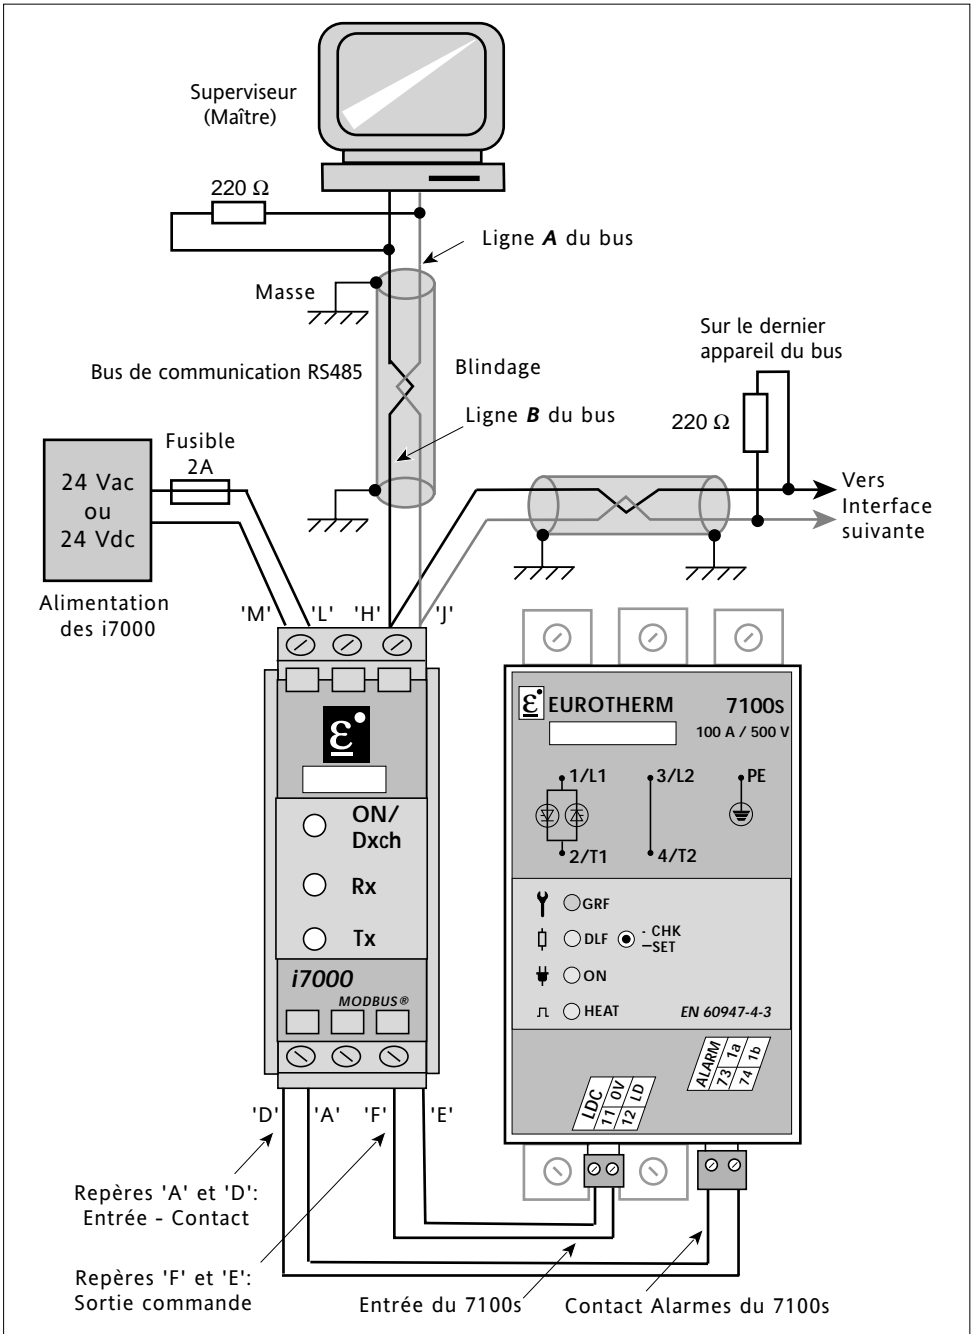
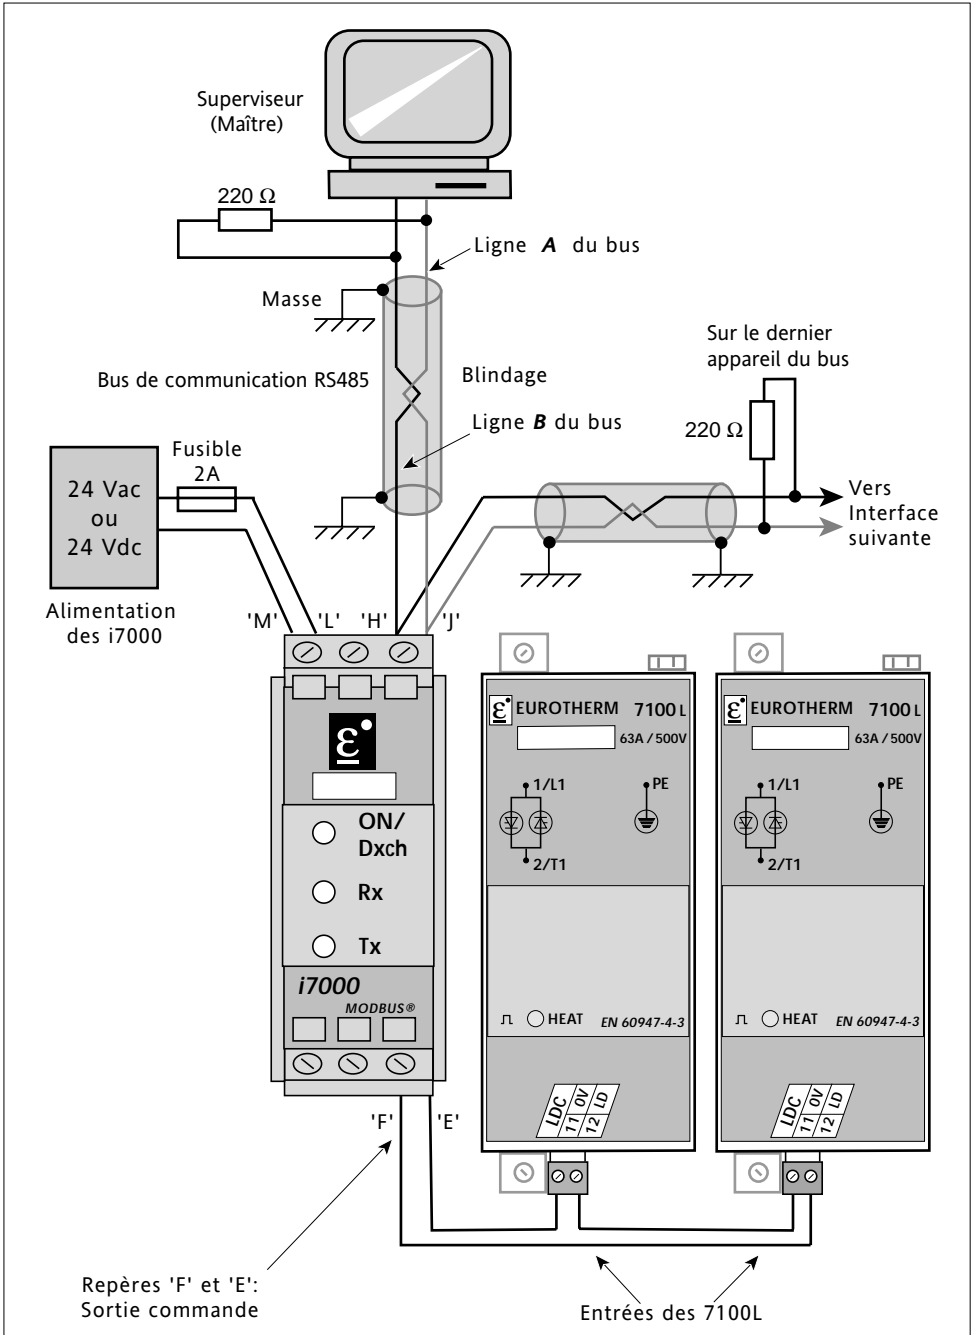

Figure 2-5 Exemple de branchement du bus de communication (7100s Standard contrôlé par i7000)
Figure 2-6 Exemple de branchement du bus de communication (Deux 7100L contrôlés par une i7000)
Le branchement de l'alimentation des interfaces est précisé dans le tableau 2-1 et montré en exemple sur les figures 2-5 et 2-6.
Les exemples complets sont présentés sur les figures 2-5 et 2-6.
Le branchement du bus de communication s'effectue entre le Superviseur et les Interfaces i7000 (repères 'H' et 'J', nom générique «COMMS») par le bus de communication RS485 à l'aide de **paire de fils torsadés** (voir figures 2-5 et 2-6).
- Si ce dernier appareil du bus est une interface i7000 cette résistance doit être connectée entre les bornes repérées 'H' et 'J' (voir exemples sur les figures 2-5 et 2-6).
Les figures suivantes montrent les exemples des branchements du bus de communication en contrôle du contacteur statique 7100S avec Liaison-Contact, code RLY (figure 2-5) et deux contacteurs statiques de la série 7100L (figure 2-6).